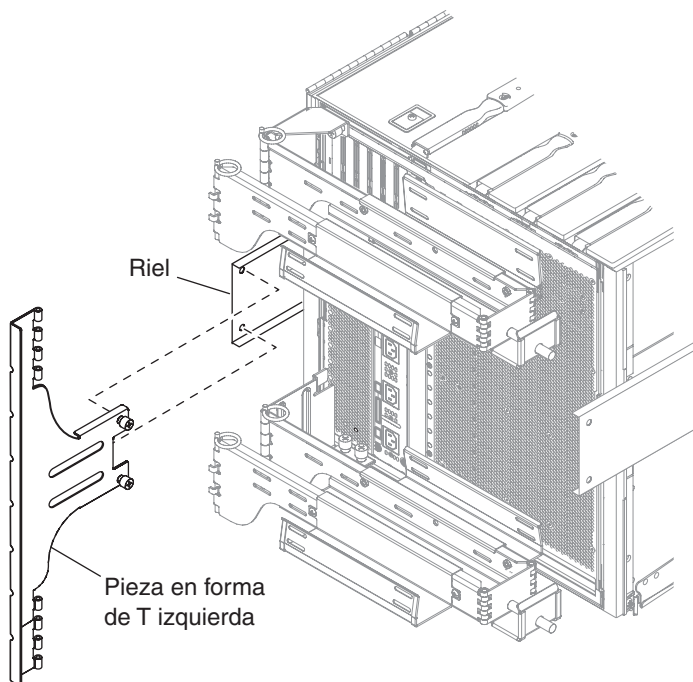

FIGURA 1-21 Montaje de la pieza en forma de T izquierda
7. Fije la pieza en forma de T de la izquierda en el riel izquierdo utilizando los dos tornillos cautivos, FIGURA 1-21.